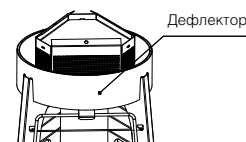

Рис. 10 – Установка дефлектора
- Оденьте сверху на профили дефлектор (Рис. 10).